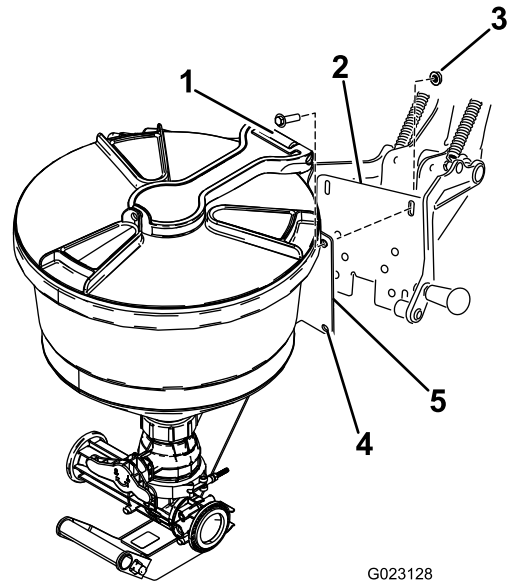

Figure 12
1. Placez les trous de la plaque de montage du mélangeur en face des fentes du cadre porteur du berceau (Figure 12).